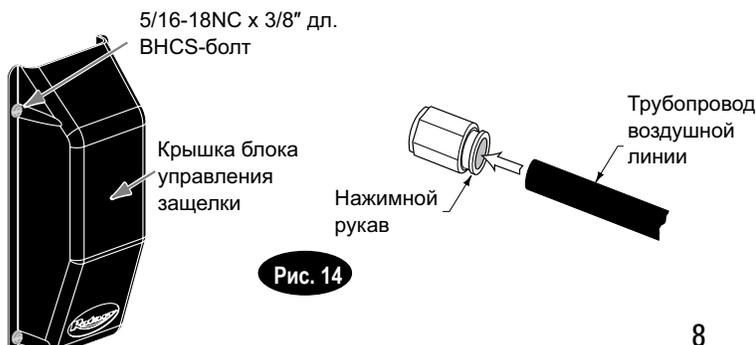

Рис. 14
- E) Установите крышки защелок с помощью 5/16"-18NC x 3/8" дл. BHCS-болта (см. рис. 14).